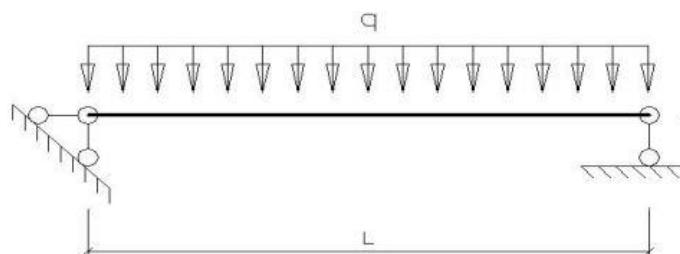

Рисунок 1. Расчетная схема балки
4.1 Проверить прочность брускового стержня пролетом L, сечением bхh, (круглого диаметром d) без ослаблений. Брус изгибается в направлении большего размера сечения равномерной нагрузкой q (рисунок 1).